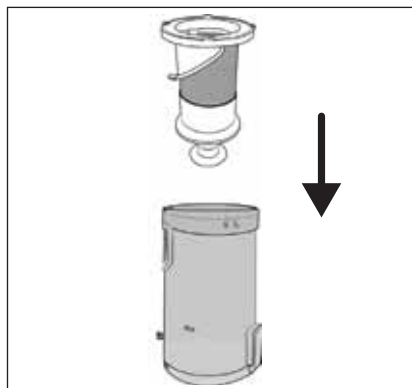

Fig. 23
- 6) Insérez le filtre en acier inoxydable **6** dans le bac à poussière **7** et poussez-le jusqu'en bas (voir fig. 23). Notez que le filtre en acier inoxydable **6** est doté de dispositifs d'arrêt de différentes tailles. Le filtre en acier inoxydable **6** ne s'insère dans le bac à poussière **7** que dans une seule position du fait de ces dispositifs d'arrêt.